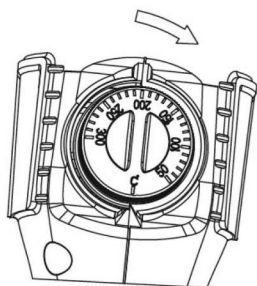

fig.3
- 4) Prima dell'uso, assicurarsi che la tensione della rete elettrica corrisponda a quella dell'apparecchio, e che la manopola del termostato sia posizionata su "0" per evitare l'avvio accidentale (fig. 3).